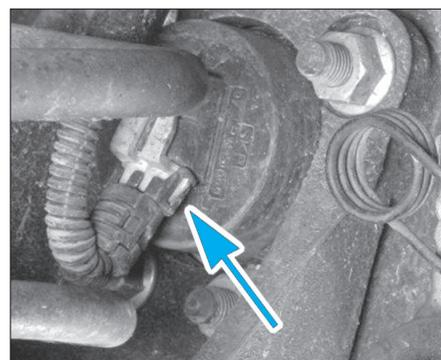

FIG. 13
- Déposer le capteur de roue de son support (Fig.13).